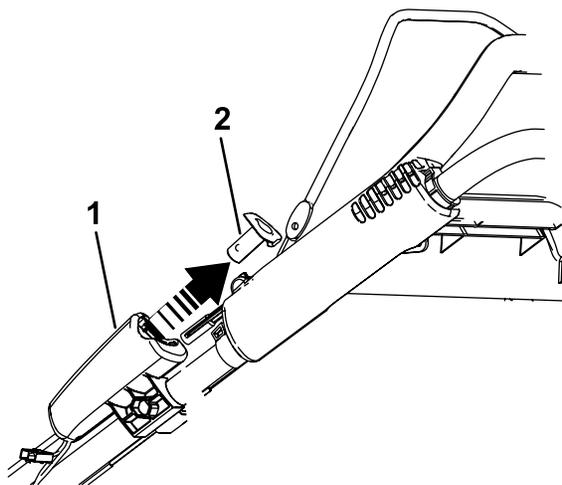

Рисунок 29
1. Снимите кнопку электрического запуска, как показано на Рисунок 29 (только для модели с электрическим запуском).